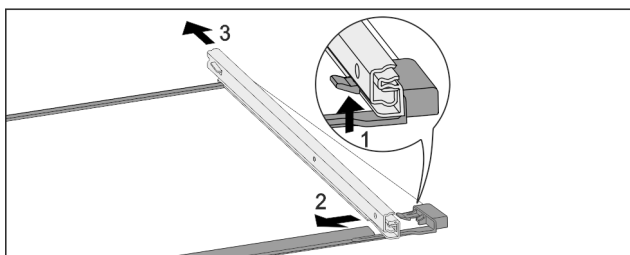

Fig. 200 Ripiano in vetro con guide
- Premere il gancio di fermo anteriore verso l'alto. Fig. 200 (1)
- Far scorrere la guida estraibile di lato Fig. 200 (2) e verso il lato posteriore Fig. 200 (3).